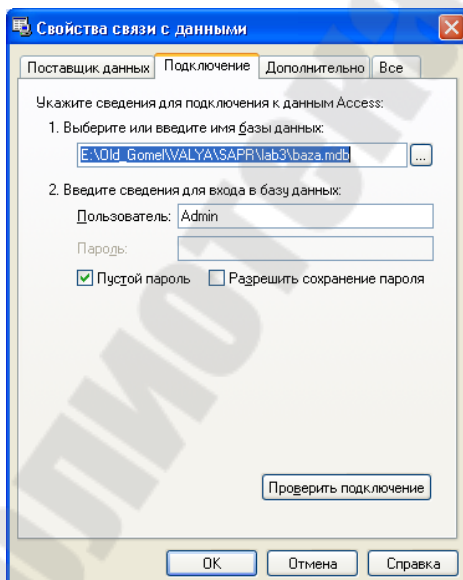

Рис. 12.5. – Свойства связи с данными
4. Затем в диалоговом окне Свойства связи с данными выбрать имя базы данных (см рис.12.5).